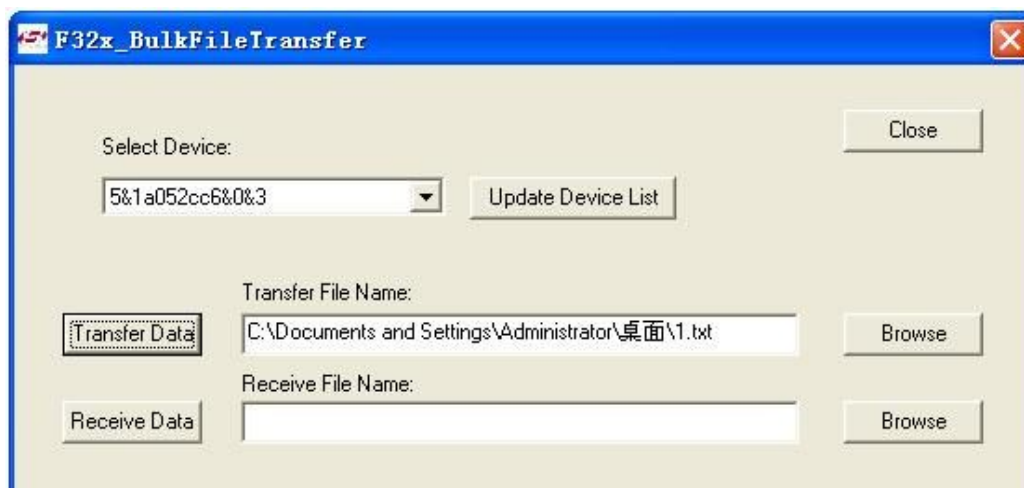

图 4-19
Step5: 选择“Browse”添加文件 1*TXT 然后点击“Transfer Data”如图 4-19 所示